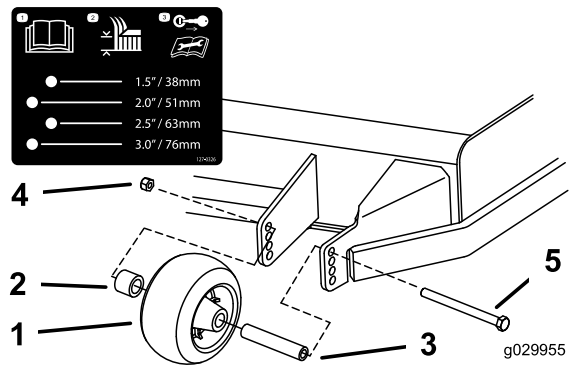
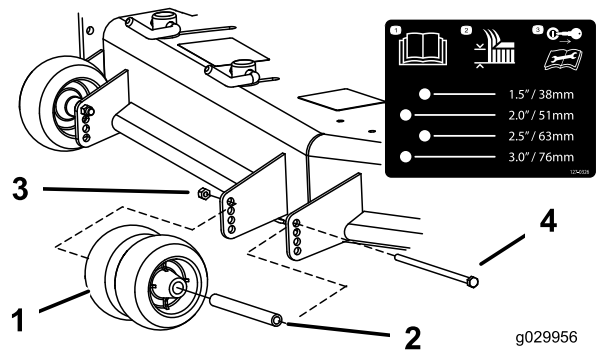

Figure 26
Figure 27
- Régalez les galets anti-scalp comme montré à la Figure 26 et la Figure 27.